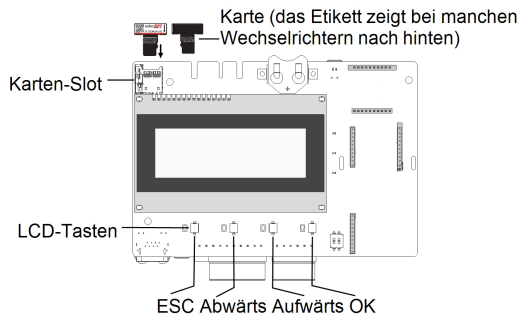

Abbildung 10: Kommunikationskarte und Aktivierungskarte
1. So führen Sie die Koppelung durch: Betätigen Sie die LCD/OK-Taste des Wechselrichters (diese befindet sich ganz rechts an der Kommunikationskarte; siehe *Abbildung 10*) und halten Sie diese ca. **10 Sekunden lang** gedrückt. Die folgende Meldung wird angezeigt: